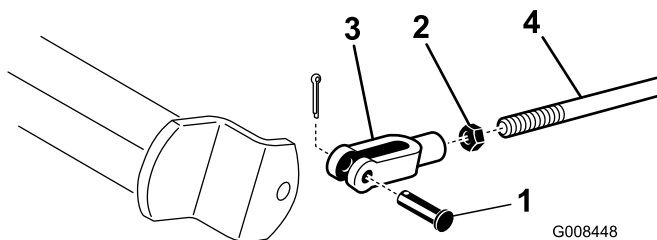

Bild 46
2. Klemmen Sie, wenn die Bremsen nicht gleichmäßig blockieren, die Bremsstangen ab, indem Sie den Splint und den Lastösenbolzen entfernen (Bild 46).
3. Lockern Sie die Klemmmutter und stellen den Lastösenbolzen entsprechend ein (Bild 46).
4. Bringen Sie den Lastösenbolzen am Bremsbügel an (Bild 46).